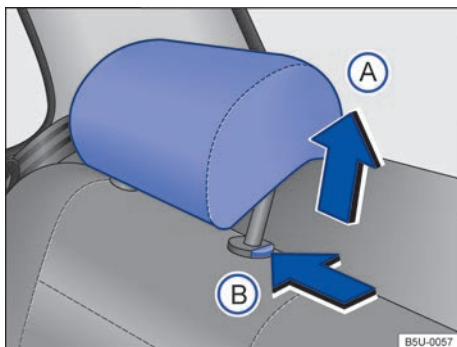

Fig. 66 Ajustar o apoio para cabeça traseiro.
- Empurrar o apoio para cabeça para cima na direção da seta → Fig. 66 (A) ou com o botão → Fig. 66 (B) pressionado, empurrar para baixo → ⚠ em *Introdução ao tema* na página 77.